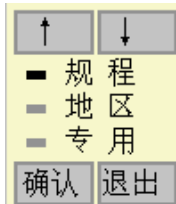

图 4.22 曲线选择
1、曲线：用户在此处可以按确定键设置规程曲线、地区曲线、专用曲线，其界面如图 4.22 所示，其中规程曲线指的是《超声回弹综合法检测强度技术规程》(CECS02:2005)中的曲线。地区和专用曲线用户可以输入 a、b、c 的值，然后进行分析计算。